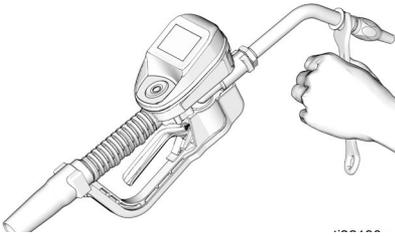

图 12
2. 用开口活动扳手夹住喷嘴套管的平边面牢固拧紧（图 12）。
- 为了防止损坏喷嘴，仅使用扳手夹住喷嘴套管的平边面拧紧喷嘴，如图 12 所示。